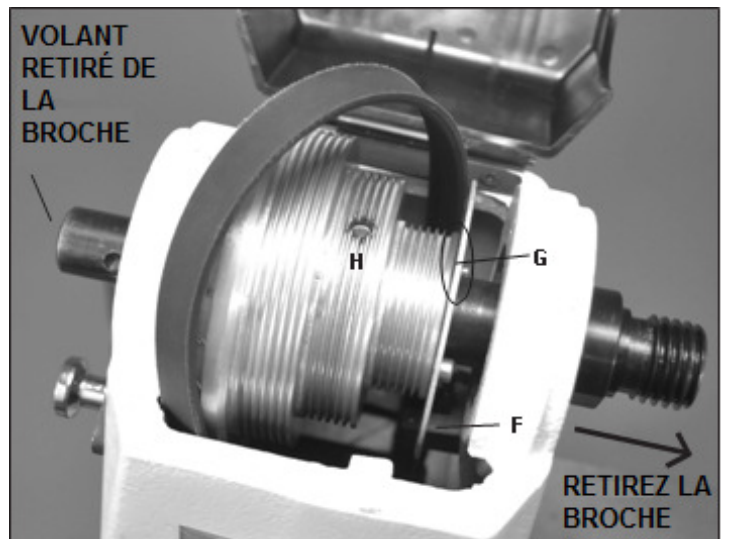

FIG. 11
7. Retirez les 2 vis à têtes fraisées (#33B) qui retiennent l'indicateur de vitesse et le support (#49, 48, 48A-F) situés sous la plaque segmentée de la poulie de la broche (#53, G). Ceci abaissera l'indicateur dans la poupée fixe loin de la poulie de la broche. Fig. 11. Voir diagramme en page 18.